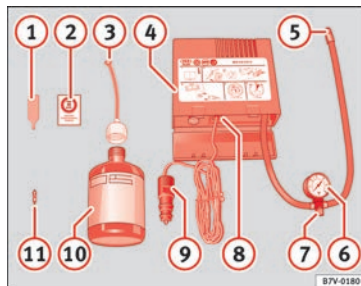

Fig. 96 Rappresentazione standard: contenuto del kit per la riparazione degli pneumatici.
Il kit per la riparazione degli pneumatici si trova nel sottofondo del bagagliaio. Include i seguenti componenti » **fig. 96**:
Riavvitare il tubo di gonfiaggio » **fig. 96** ⑤ e controllare la pressione con il manometro ⑥.